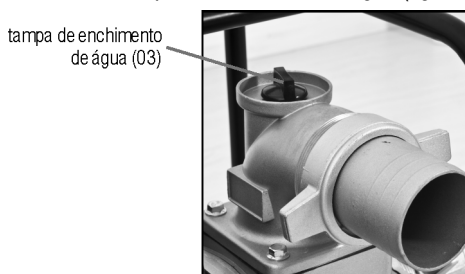

Fig. 28 – Removendo a tampa de enchimento de água
- e. Remova a tampa de enchimento de água (fig. 28).
h. Feche a tampa de enchimento de água (fig. 28).
k. Guarde o produto seguindo os procedimentos do item 2.10.